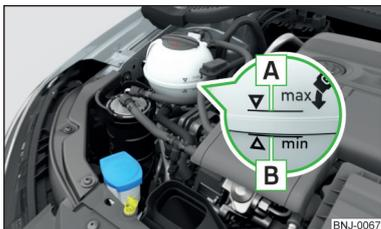

Fig. 169
La denominazione del liquido di raffreddamento si trova sul serbatoio di compensazione del liquido di raffreddamento » fig. 169 a pag. 167.
- Non riempire il liquido di raffreddamento al di sopra della tacca **A** » fig. 169 a pag. 167.
**Serbatoio di compensazione liquido di raffreddamento** » fig. 169
➤ Controllare il livello di liquido di raffreddamento nel serbatoio di compensazione del liquido di raffreddamento » fig. 169.
A motore caldo, il risultato del controllo potrebbe essere impreciso. Il livello può essere anche al di sopra della tacca **A** » fig. 169.